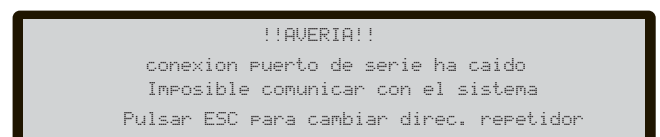

Figura 55 Pantalla "el enlace con el repetidor está caído"
Durante esta fase, la Central preguntará qué patrón de asignación automática de zonas deberá aplicarse para encontrar los dispositivos (véase la Figura 55, 1B).
En el caso de una Central ya configurada, indicará cualquier diferencia y preguntará cómo proceder (véase la Figura 55, 1A), en cuyo caso, el esquema de asignación automática de zonas se aplicará sólo a los nuevos dispositivos encontrados.
Si detiene la opción AUTO al final de esta primera fase, (vea la Figura 55 A) ocurrirá esto:
- Localizar la posición en el sistema de todos los dispositivos a través de su activación (en el caso de módulos de sólo salida, sirenas y flashes, éstos serán activados convenientemente por la Central) (véase la Figura 55, 3A).
En cada caso al final de la fase de situación de dispositivos en el plano (véase la Figura 55, C), se realiza una comprobación para detectar la presencia de “direcciones dobles”; en este caso, las direcciones involucradas se indicarán y no será posible abandonar el procedimiento hasta que se haya eliminado completamente la condición del error.